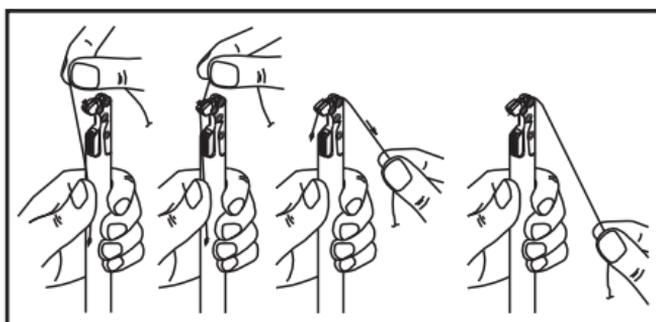

Figure 8.
Voir les figures 8 à 16 pour de plus amples détails.
1. Comme illustré à la figure 8, placer la suture dans le porte-aiguille à l'extrémité distale du dispositif attrape-suture Capiro et positionner l'aiguille dans le guide d'aiguille. Insérer la pointe de l'aiguille de suture dans le porte-aiguille en tirant sur la suture. S'assurer que l'épaulement de l'aiguille est inséré complètement dans le porte-aiguille.